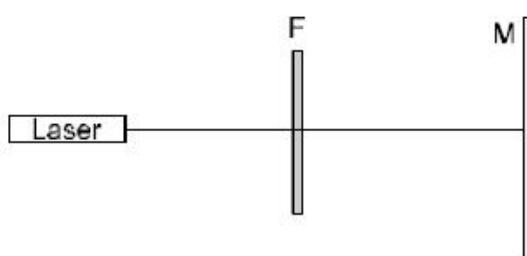

Fig. 10 Demostración de la absorción de la luz por medio de filtros cromados (F = Filtro cromado, M = Pantalla de vidrio mate)
- Se realiza el Montaje experimental de acuerdo con la Fig. 10.